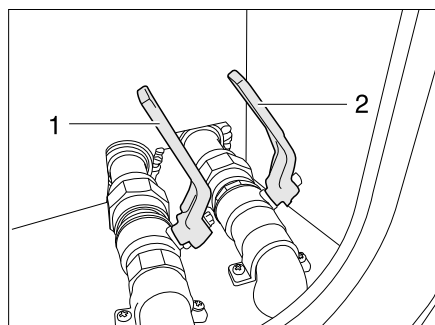

Bild 220 Abwasserhahn
Der Abwasserhahn (Bild 220,2) ist im Doppelboden angebracht. Der Abwasserhahn ist durch den Schriftzug "Abwasser" gekennzeichnet.
- Abwasserhahn (Bild 220,2) öffnen. Das Abwasser läuft ab.